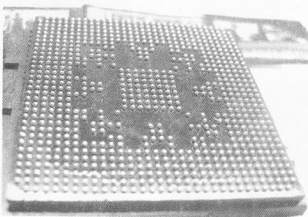

图 4-42 植球完成
(8) 待锡珠熔化后，停止加热，冷却一会取下钢网，如图 4-42 所示。